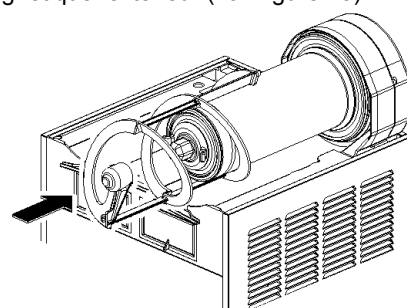

figure 15
- 6 Enfiler la spirale extérieure sur l'évaporateur en accouplant son extrémité hexagonale à l'extrémité hexagonale de l'arbre du rotor magnétique extérieur (voir figure 15).